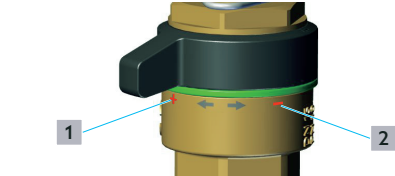

Abb. 3: Griffstellung geöffnet / geschlossen
- 2 Schieben Sie das Ventil von vorne in das Halteblech. Richten Sie das Ventil so aus, dass die Markierung der Griffstellung (siehe Abb. 3) gut lesbar ist.